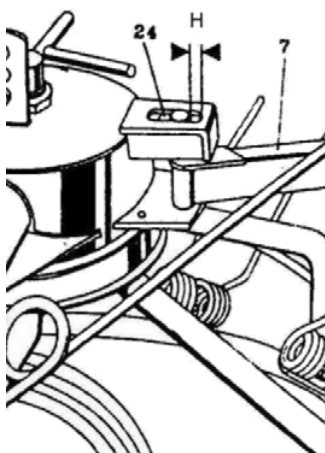

Fig. 11 - Schermen in de hoogste stand
- De hoogste stand H (Fig. 11) wordt aanbevolen voor situaties waarin de schermen in de werkstand weinig verticale speling hebben.